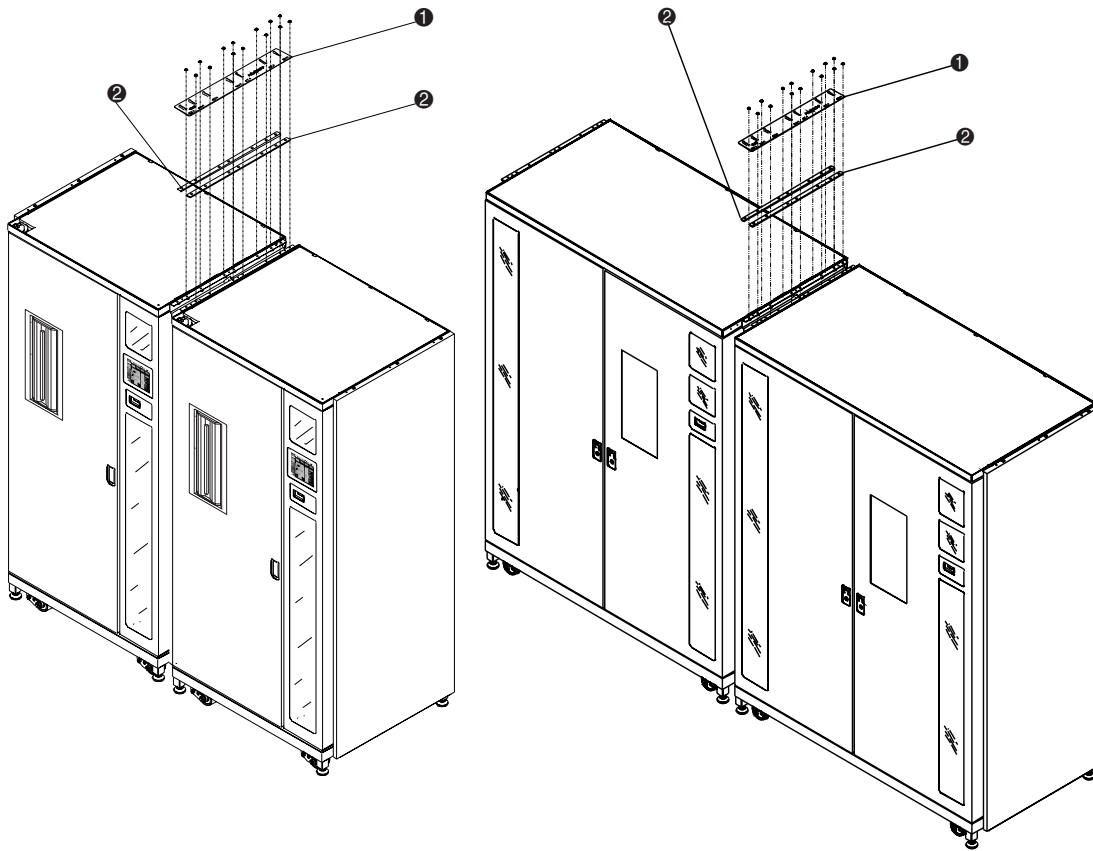

Figure 2-5. Plaque de fixation et entretoises de l'armoire supérieure
12. Installez les deux plaques d'entretoise (réf. 6312028) et la plaque de fixation du boîtier supérieur (réf. 6312027), comme l'illustre la Figure 2-5, avec sept vis et rondelles de chaque côté.